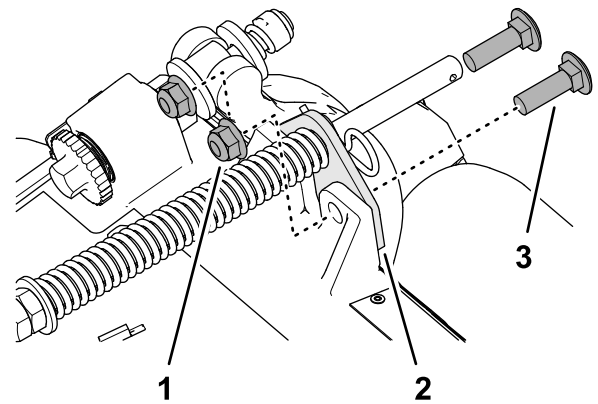

Figura 11
2. Îndepărtați cele 2 contrapiuliile cu guler ( $\frac{3}{8}$ " ) și cele 2 uruburi de fixare ( $\frac{3}{8}$ " x  $1\frac{1}{4}$ " ) care fixează suportul de compensare pentru gazon pe cadrul unității de tăiere (Figura 11).